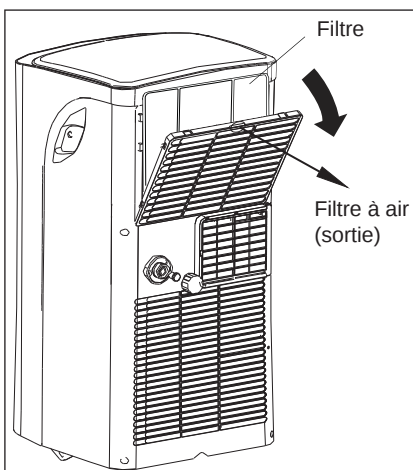

Fig. 27
- Cet appareil est équipé d'un filtre à l'arrière. Soulevez la languette du panneau supérieur et sortez le filtre situé derrière la grille du panneau arrière (Fig. 27).